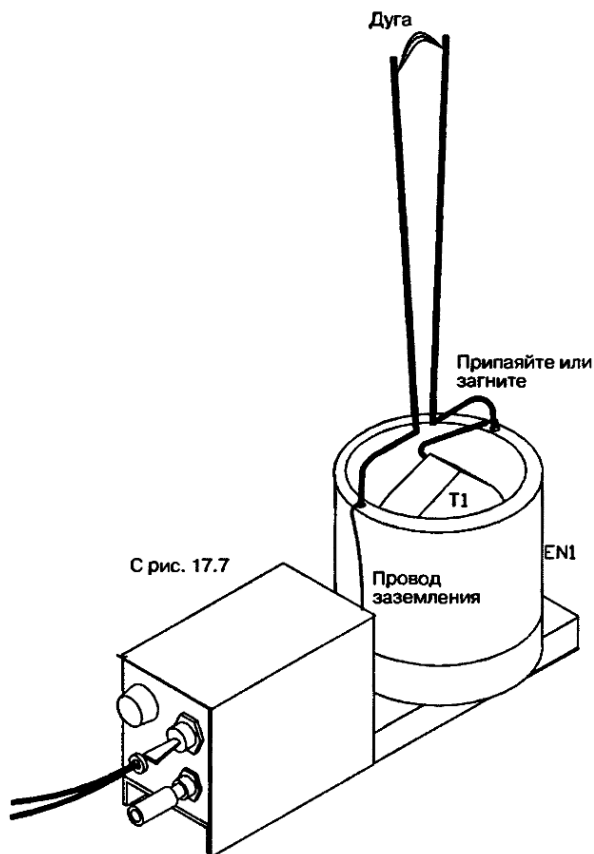

Рис. 17.8. Окончательный вид проекта «Лестница Иакова»
7. Соберите все конструктивы, как показано на рисунках, и наденьте PVC-трубку (см. рис. 17.8).
9. Продолжайте эксперименты, как показано на рис. 17.8 и 17.9. Проведите эксперименты с использованием стальной стружки, иглы, флуоресцентных или газоразрядных ламп, наблюдайте, как различные материалы реагируют на токи высокой частоты. Возьмите немного нитрата и нанесите на стальную стружку. Наблюдайте пиротехнический эффект.